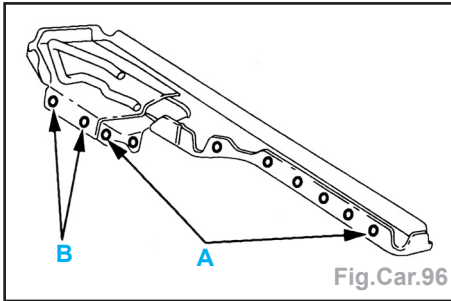

Fig.Car.96
- Percer à un \varnothing **6,5 mm** pour soudage ultérieur par points bouchons suivant **A** et à un \varnothing **8 mm** suivant **B** (Fig.Car.96).